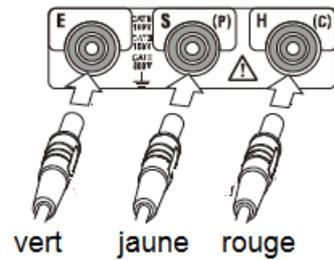

Fig. 7-2
Plantez les piquets auxiliaires S (P) et H (C) profondément dans la terre. Ils doivent être alignés à un intervalle de 5-10m de l’équipement sous test. Connectez le fil vert à l’équipement sous test, ensuite le jaune au piquet auxiliaire S(P) et finalement le rouge au piquet auxiliaire H (C) des bornes E, S(P) et H(C) de l’appareil. Voir fig. 7-2 et 7-3.